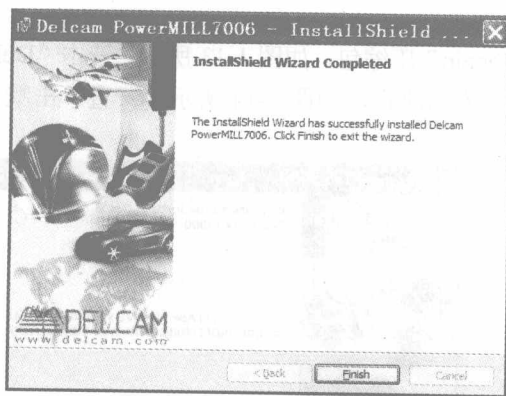
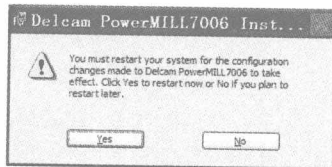

图 1-10 完成安装对话框
图 1-11 提示对话框
(9) 稍做等待，约几分钟后出现如图 1-10 所示的完成安装对话框，单击 Finish 按钮，弹出如图 1-11 所示对话框，再单击 Yes 按钮将自动重启计算机。